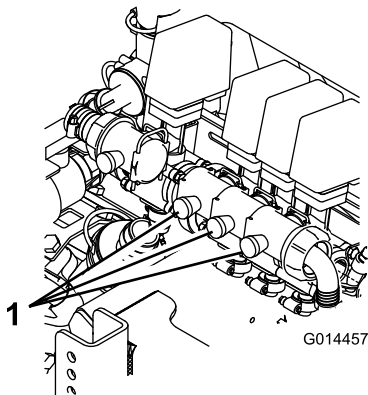

Figura 4
11. Ajuste a válvula de distribuição da rampa (Figura 4) na válvula de regulação da rampa que desligou até a leitura da pressão no manómetro ser idêntica à registada no passo 8.